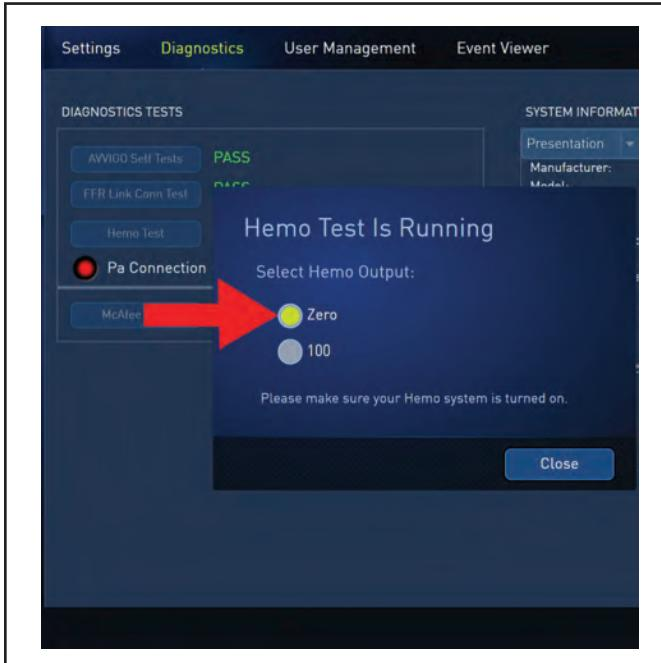

Figure 108. Écran Hemo Test Zero (Mise à zéro du test hémo)
- 9.5 **Zero P1** (Mettre à zéro P1) sur votre système HEMO (figure 108).